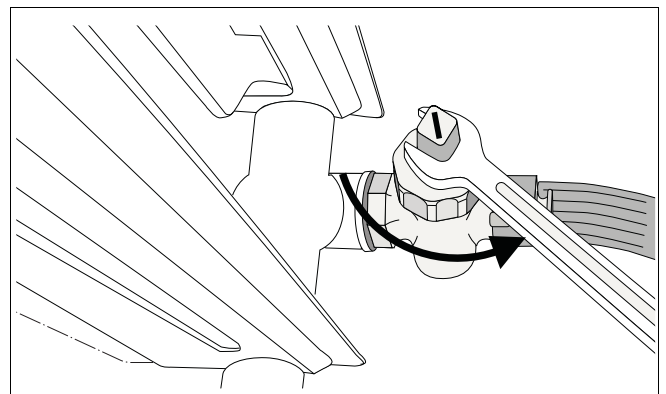

fig. 43 Aftappen van de cv-installatie
- Tap de cv-installatie op het laagste punt(en) met behulp van de vul- en aftapkraan of aan een radiator (→ fig. 43) af. Daarbij dient de automatische ontluchter op het hoogste punt van de cv-installatie geopend te zijn.